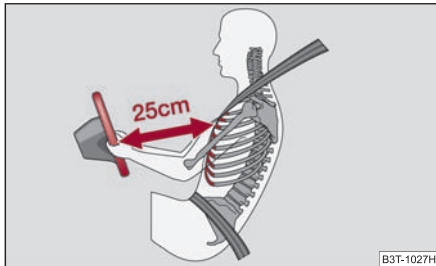

Abb. 133 Sicherer Abstand vom Lenkrad
- Der Fahrer muss einen Abstand zum Lenkrad von mindestens 25 cm einhalten ⇒ Abb. 133. Wenn Sie den Mindestabstand nicht einhalten, kann Sie das Airbag-System nicht schützen – Lebensgefahr!